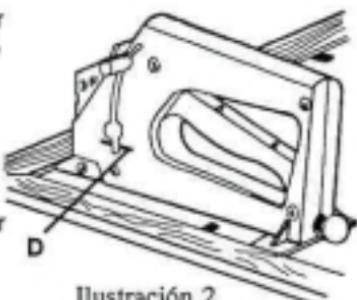

Ilustración 2
2. Inserte las puntas en la ranura en el cargador (C) y suelte la perilla del seguidor, de modo que pueda aplicarle presión a la pila de puntas. Ilustración 2.